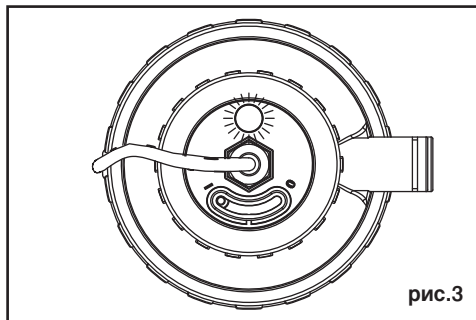

рис.3
1. Поверните рукоятку против часовой стрелки до позиции "I", чтобы включить электронагреватель. Смотрите рис.3.